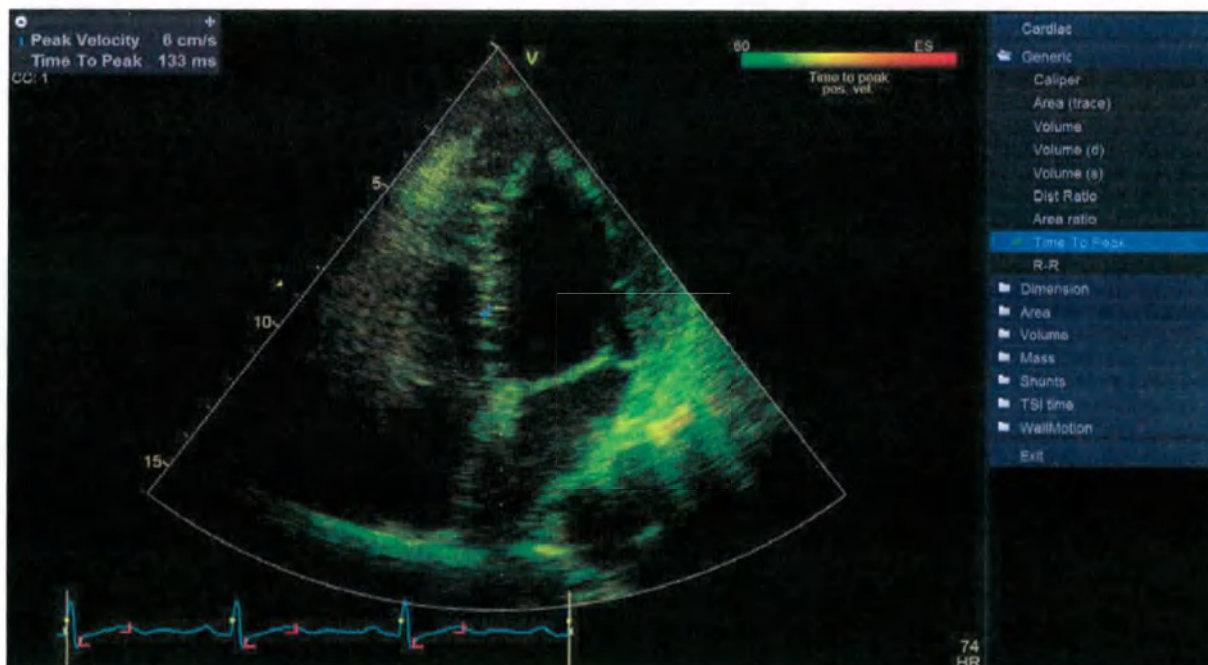

Рис. 8-8. Экран общего измерения времени до пика TSI
3. В меню *Measurement* (Измерение) выберите **Generic** (Общее), а затем **Time to peak** (Время до пика) (см. Рис. 8-8).